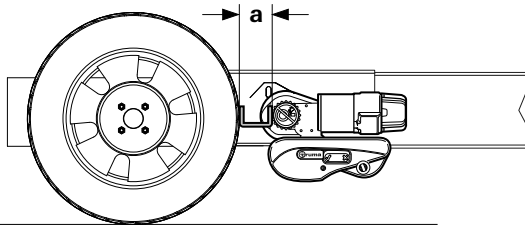

Fig. 34
- ▶ Ajuste la distancia correcta (Fig. 34-a) entre el neumático y el rodillo impulsor desplazando las unidades de accionamiento en sentido longitudinal utilizando la chapa distanciadora suministrada. El tubo de unión ajustable permite la adaptación a la anchura del bastidor. El peso de la caravana debe descansar sobre las ruedas.